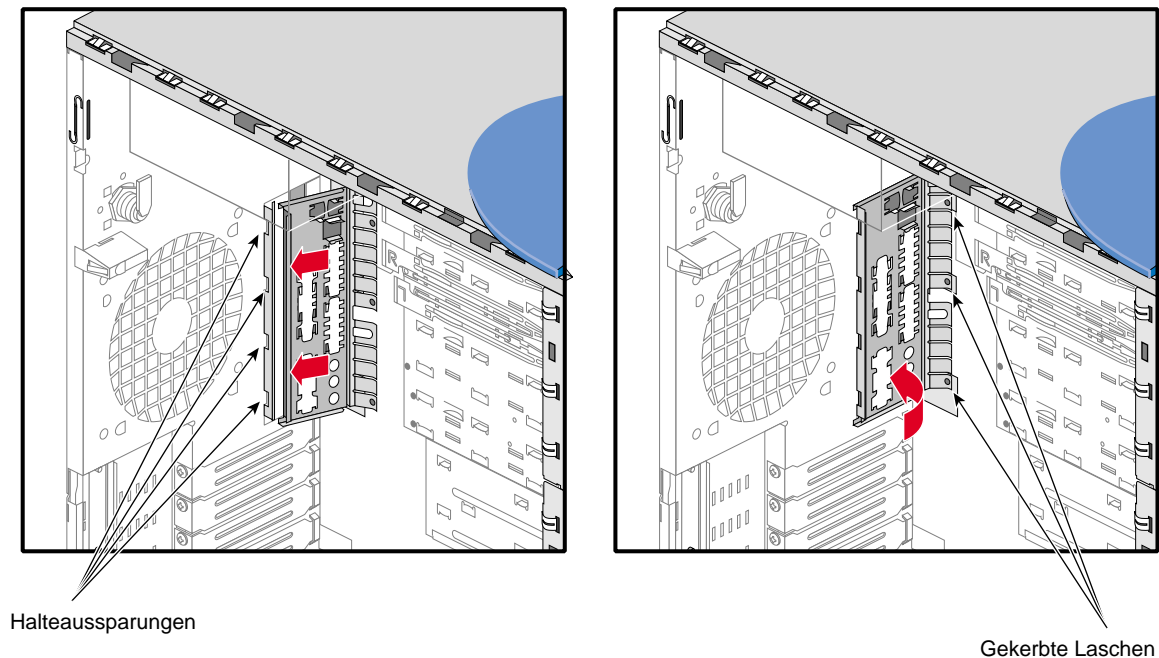

Abbildung 2-33 Installieren der E/A-Anschlussfeldblende
1. An der E/A-Anschlussfeldöffnung des Systems befinden sich vier Halteaussparungen. Die Lage der Halteaussparungen geht aus Abbildung 2-33 hervor.
2. Setzen Sie die vier Vorsprünge an der E/A-Anschlussfeldblende in die entsprechenden Halteaussparungen an der E/A-Anschlussfeldöffnung ein. Abbildung 2-33 veranschaulicht das Vorgehen.